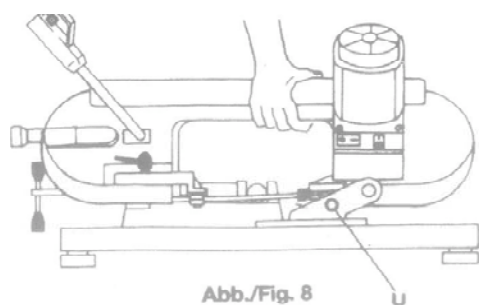

Fig.8
Din maskin är utrustad med en låsanordning vilket gör att du kan flytta maskinen från en plats till en annan. Det räcker med att föra in sprinten (U) i hålet på maskinens kropp och sedan lyfta maskinen med det grepp som visas i fig. 8.